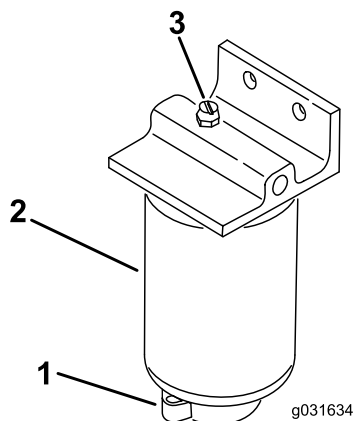

図 53
2. フィルタ容器 図 53 下部のドレンプラグをゆるめて水や異物を流し出す。
1. フィルタの取り付け部周辺をウェスできれいにぬぐう 図 53。